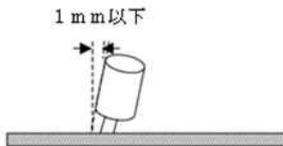

図4 基板の取り付け
- ④炭素皮膜抵抗器以外の部品は基板に対して垂直に取り付けること。各部品の曲がりの範囲は図4のとおりとする。